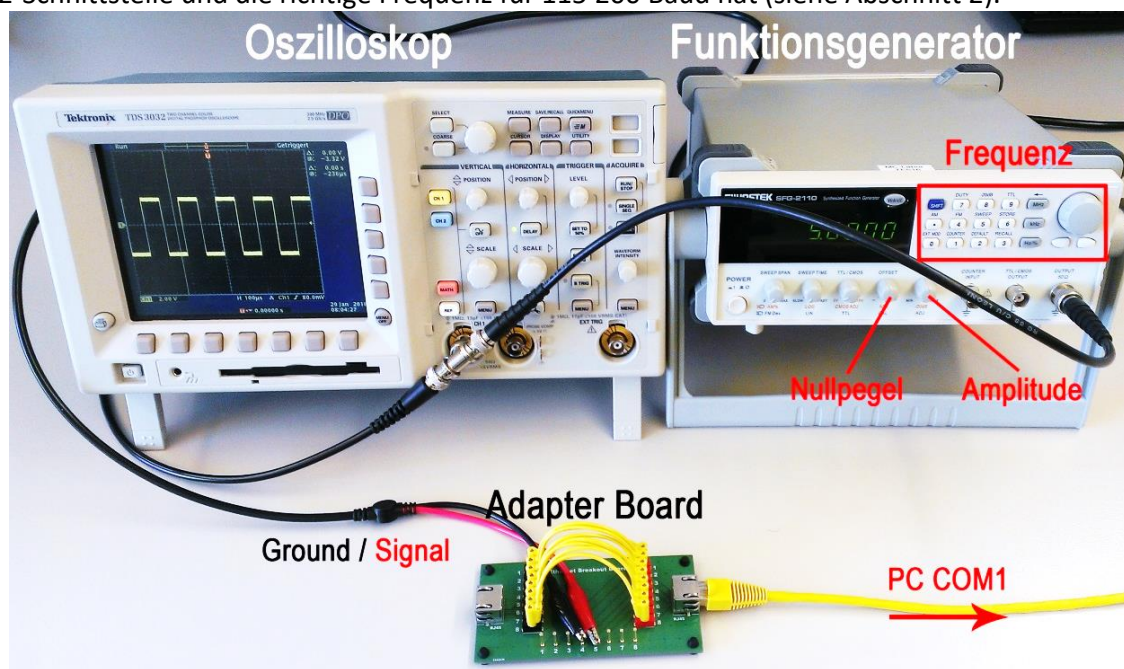

Abbildung 3
- Schliessen Sie den Funktionsgenerator an das Oszilloskop an (Abbildung 3).